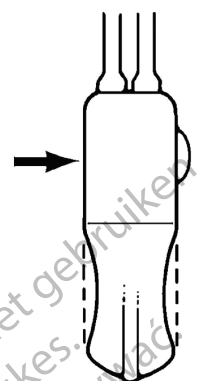

Figura 4-43. Método do cotonete
2. Pegue num cotonete e exerça pressão na zona diretamente por detrás do botão de desativação. (**Figura 4-43**)